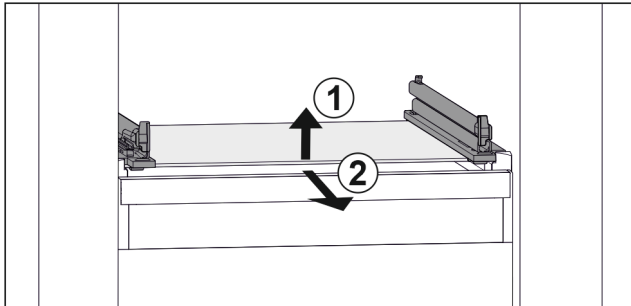

Fig. 45 Rappresentazione esemplificativa del ripiano in vetro
- Sollevare il ripiano in vetro dal davanti. Fig. 45 (1)
- Rimuovere il ripiano in vetro tirando in avanti. Fig. 45 (2)